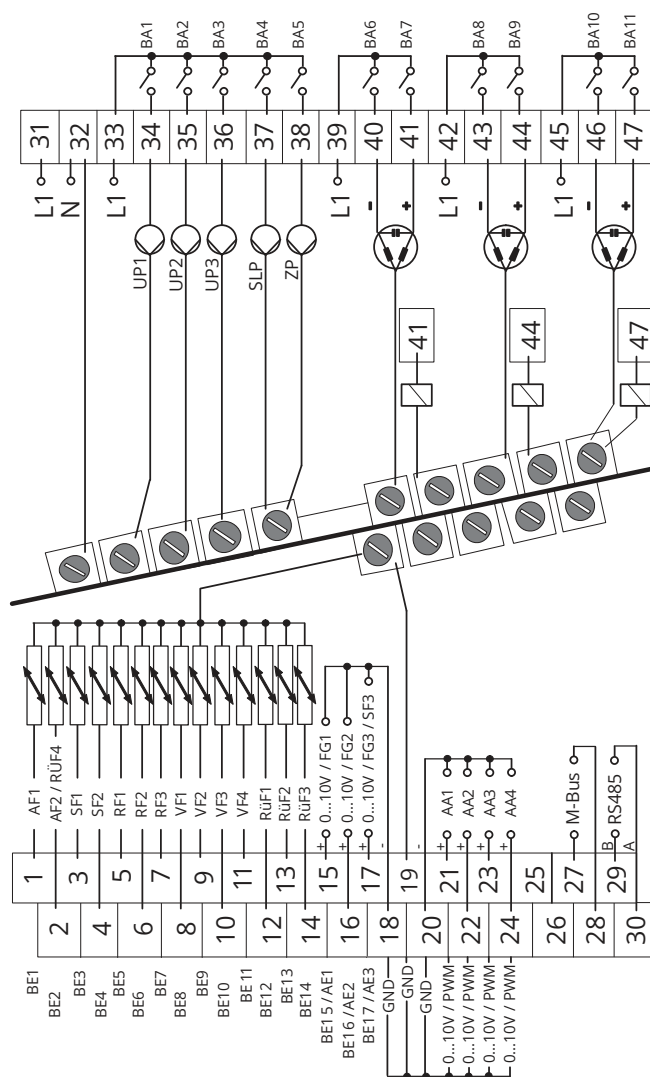
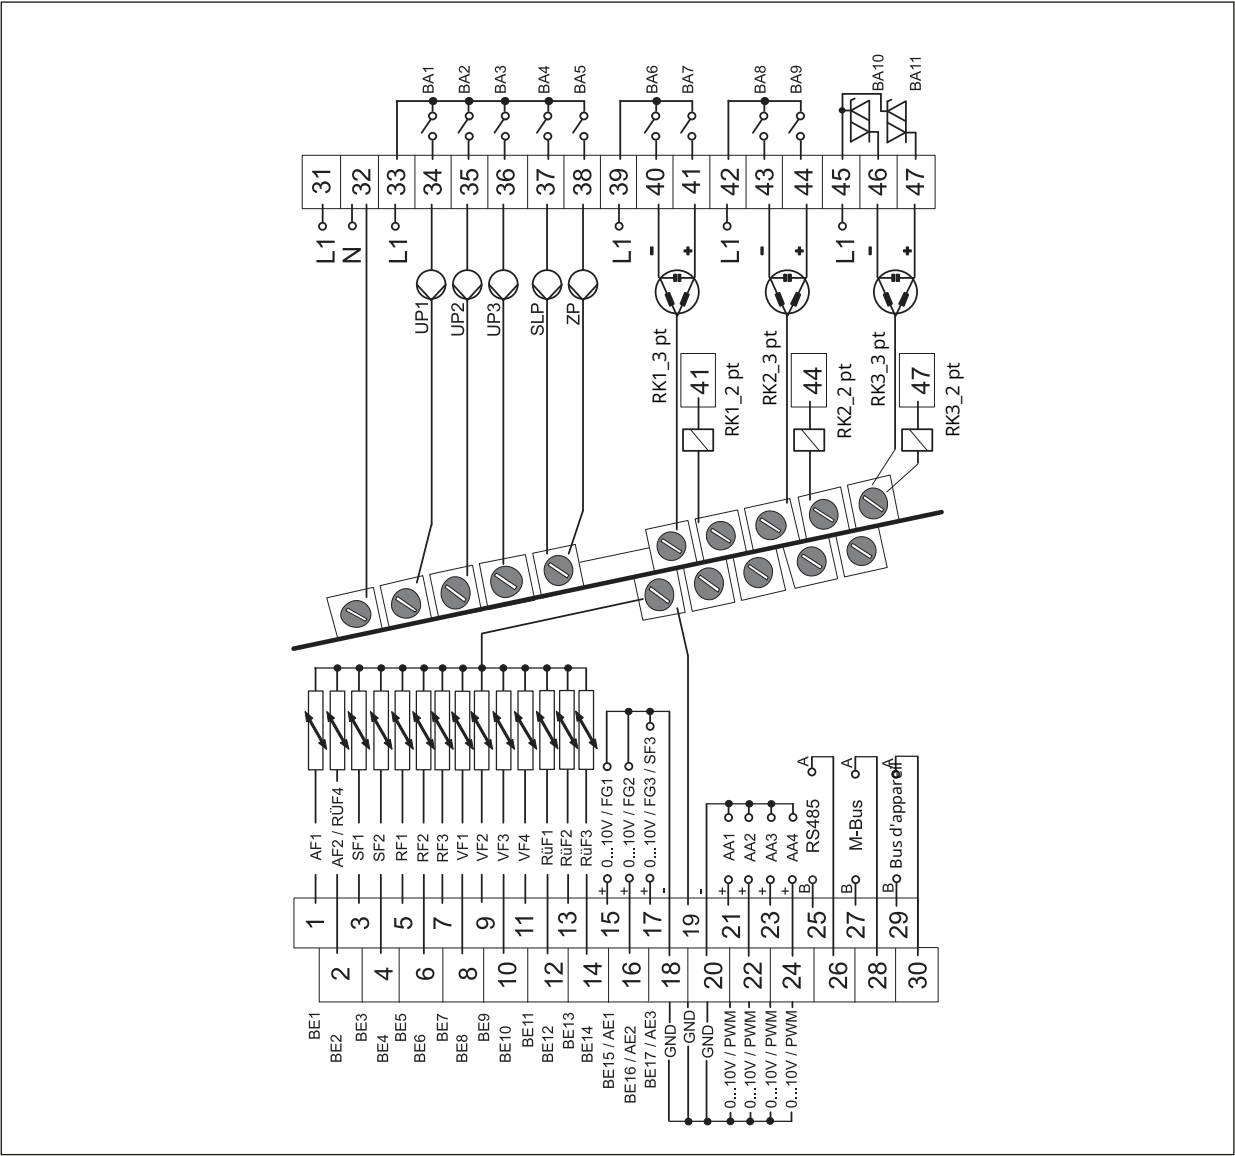

Fig. 3 : Raccordement électrique TROVIS 5578-1113
Fig. 4 : Raccordement électrique TROVIS 5578-1114
- ⇒ Réaliser le raccordement électrique conformément à Fig. 3 (TROVIS 5578-1113) ou Fig. 4 (TROVIS 5578-1114).